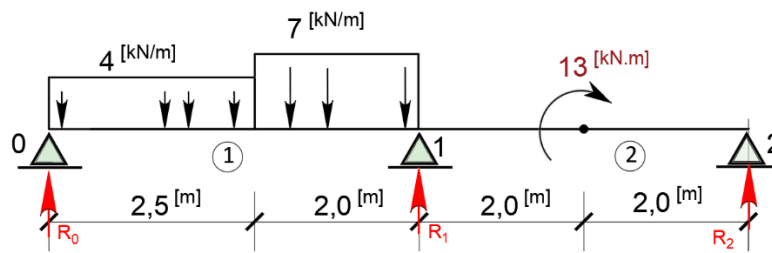

Figura 13. Viga hiperestática com dois vãos.
1.3.8 **Exercício 8:** Calcular e desenhar diagrama dos esforços seccionais de viga contínua ilustrada na Figura 13.